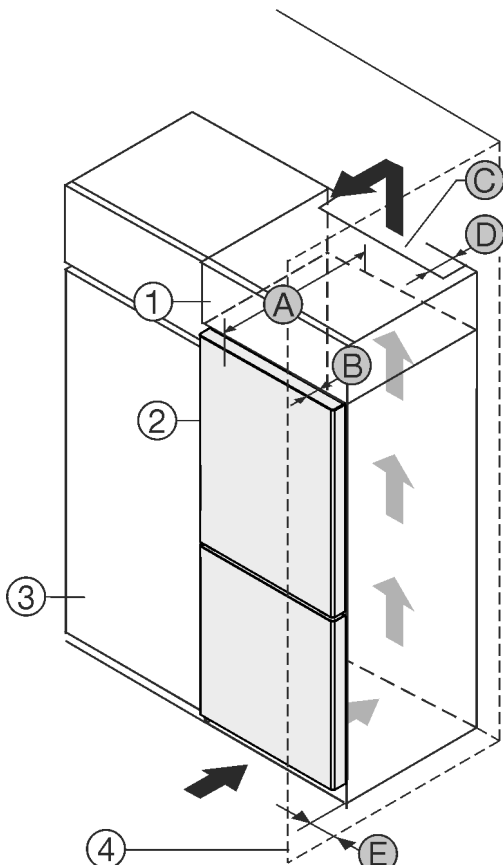

Fig. 1
Aseta laite heti keittiökaapin Fig. 1 (3) viereen.\*
Lisäkaapin takana on oltava lisäkaapin levyinen poistoilmakuilu, jonka syvyys on Fig. 1 (D).
Katon alapuolelle on jätävä ilmanvaihdon halkaisijaa Fig. 1 (C) vastaava tila.
Kun laitteen oven saranapuoli asennetaan seinän Fig. 1 (4) viereen, laitteen ja seinän välisen etäisyyden tulee olla vähintään 13 mm.
Kun laitteen oven saranapuoli asennetaan seinän Fig. 1 (4) viereen, laitteen ja seinän välisen etäisyyden tulee olla vähintään 20 mm.
Jotta ovet avautuvat kokonaan, laitteen on oltava oven syvyyden Fig. 1 (B) verran ulospäin keittiökaappien etureunasta. Keittiökaappien Fig. 1 (3) syvyyden ja välikkeiden käytön mukaisesti laite voi olla ulompana.\*